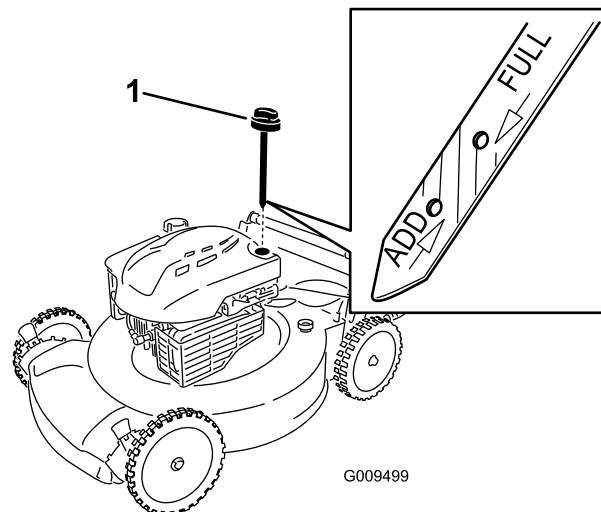

Figura 18
2. Retire la varilla (Figura 18).
4. Vierta **lentamente** aceite en el tubo de llenado hasta que el nivel llegue a la marca **Full** (lleno) de la varilla (Figura 18). **No llene demasiado.** (Capacidad máxima: 0,59 l, tipo: SAE 30, aceite detergente con clasificación de servicio API SF, SG, SH, SJ, SL o superior.)